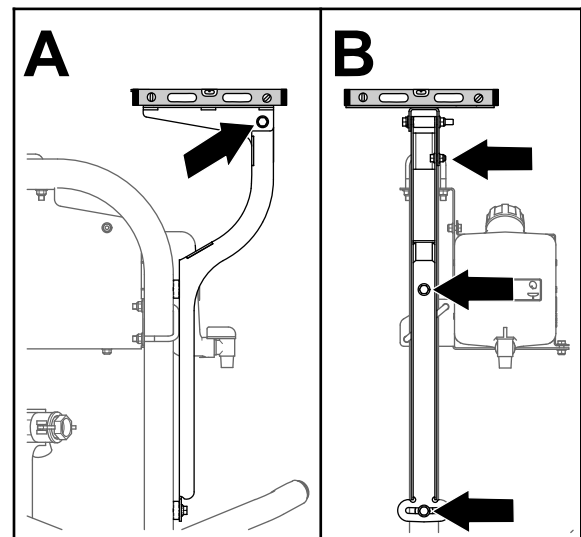

Bild 155
3. Nivellieren Sie die Empfängerplatte seitlich (Bild 155).
5. Nivellieren Sie die Empfängerplatte in Längsrichtung (Bild 155).